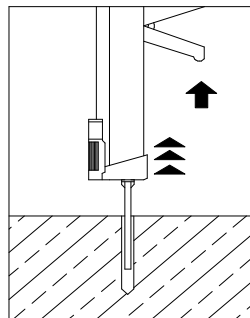

Fig.14
- Injecteer met behulp van het mortelpatroon TIHI-HY 150 de mortel gemengd met verharder in het geboorde gat. Spuit het gat voor 2/3 vol (Fig.14).